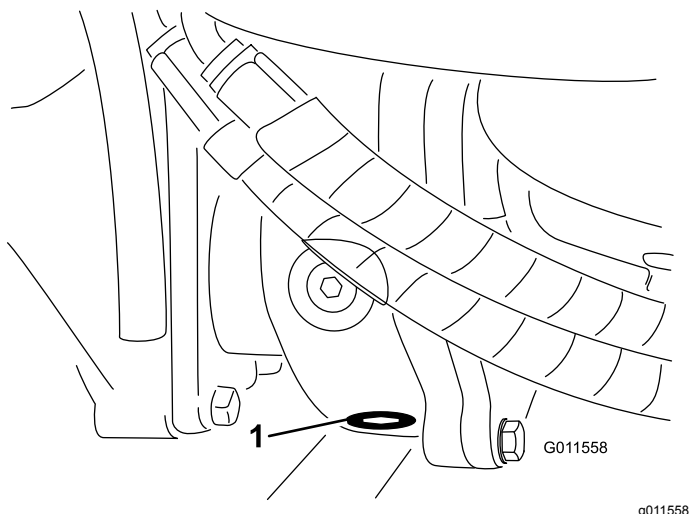

Figura 109
5. Limpie la zona alrededor del tapón de vaciado en la parte inferior de la caja de engranajes (Figura 109).